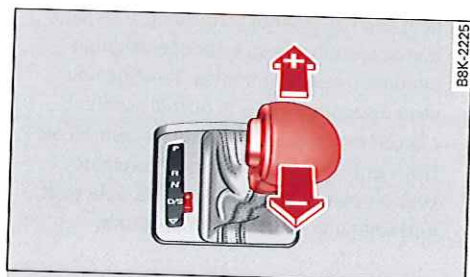

Fig. 110 Console centrale : passage manuel des rapports avec le levier sélecteur
- Pour engager un rapport supérieur, poussez le levier sélecteur vers l'avant (+) ⇒ fig. 110.